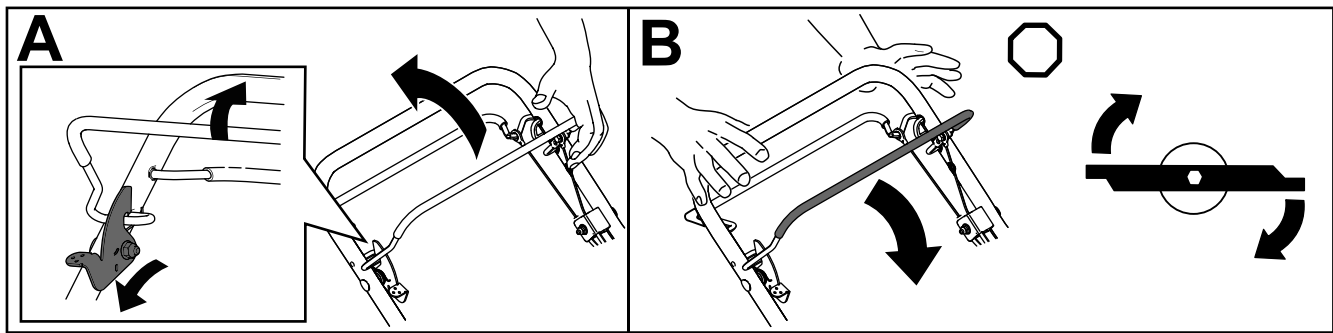

Figura 18
1. Spingete in avanti e tenete premuta la leva di blocco del comando lame per rilasciare la stegola di comando delle lame (A della Figura 18).
2. Portate la stegola di comando delle lame verso la stegola e rilasciate la leva di blocco del comando lame; la lama dovrebbe innestarsi (A della Figura 18).
3. Rilasciate la stegola di comando delle lame per disinnestare la lama (B della Figura 18). La leva di blocco del comando della lama viene ripristinata per bloccare la stegola di comando della lama.